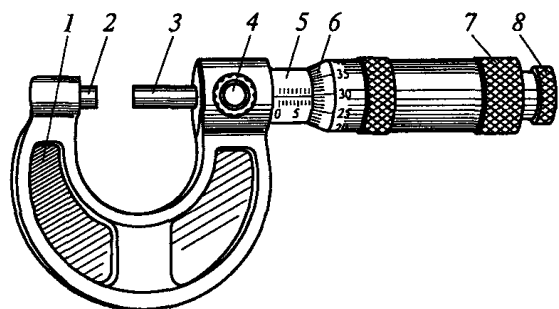

Рис. 4.2. Микрометр гладкий
19. Перечислите основные части микрометра, изображенного на рис. 4.2.